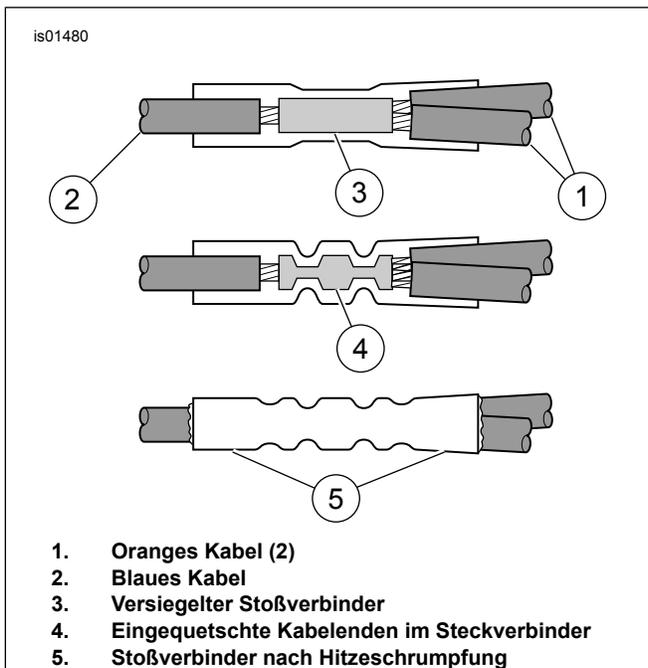

Abbildung 2. Versiegelten Stoßverbinder einbauen
e. Siehe Abbildung 2. Das blaue Bremsleuchtenrelais-Kabel (2) und die Enden der beiden orangen Kabel (1) in den versiegelten Stoßverbinder (3) aus dem Satz einsetzen.
g. Siehe Abbildung 2. Die Quetschverbindung mit einem Ultratorch UT-100 (H-D-39969), einer Robinair-Heißluftpistole (H-D-25070) mit Schrumpfaufsatz (H-D-41183) oder einem anderen geeigneten Heizstrahler gleichmäßig erwärmen, um den Stoßverbinder abzdichten. Die Wärme von der Mitte des Quetschverbinders langsam zu den Enden führen, bis das schmelzbare Dichtungsmittel aus beiden Enden des Verbinders (5) austritt. Den Verbinder abkühlen lassen.